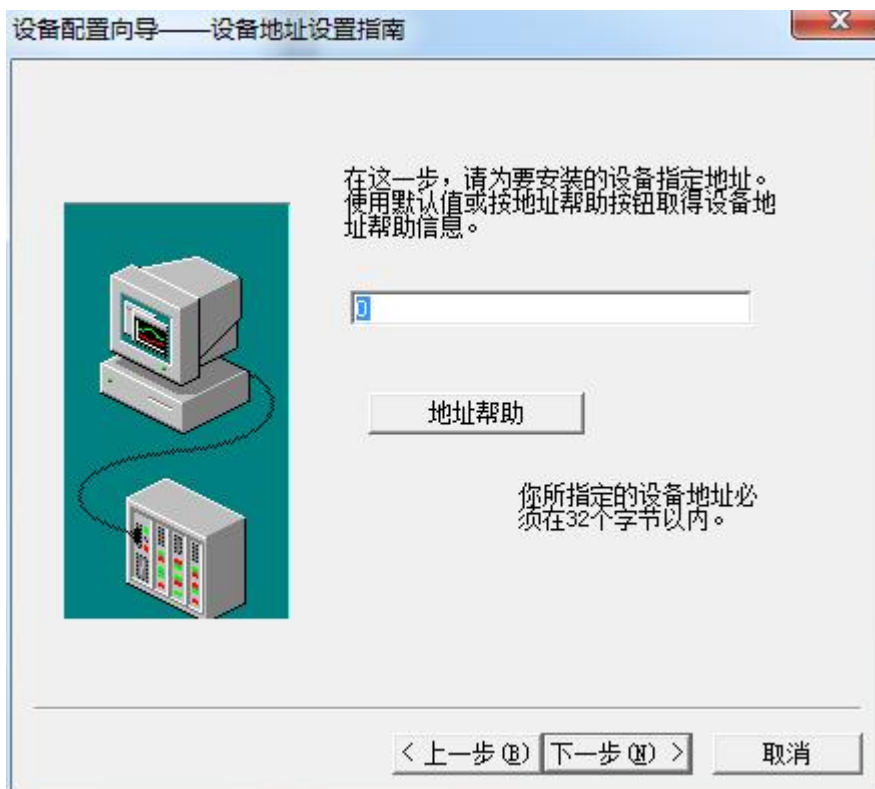

图 2-22
4、为设备选择连接的串口为 COM2，单击“下一步”弹出设备地址对话框，如图 2-22 所示。
定义相关的设备时点击上图 2-22 中所显示的“地址帮助”按钮即可获取相关帮助信息。